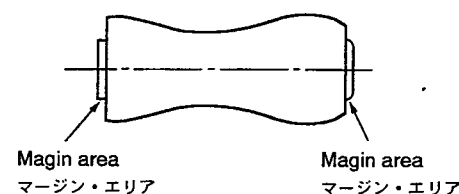

Fig. 5-4
- Turn the P3 post (take-up side guide roller) clockwise using a wrench until the margin area on the envelope (take-up side) disappears, then turn the guide roller counterclockwise until the margin area reappears. (Refer to Fig. 5-4)
- P3 ポスト (出側ガイドローラー) を二股レンチにて右に回し、エンベロープの出側のマージン・エリア部が無くなるまで下げ、今度はガイドローラーを左に回し、マージン・エリア部が出るまで戻す。(Fig. 5-4 参照)